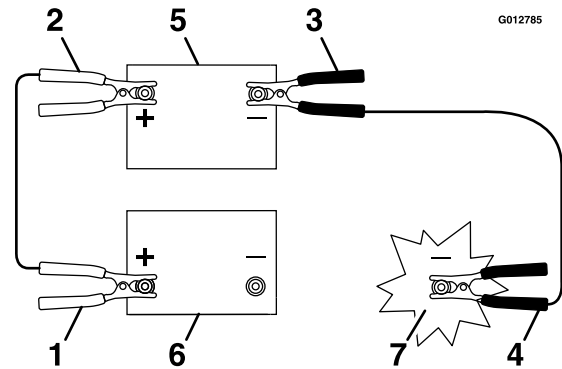

Figura 46
2. Conecte el cable positivo al borne positivo (+) de la batería descargada (Figura 46). El borne positivo está identificado con un signo + en la tapa de la batería.